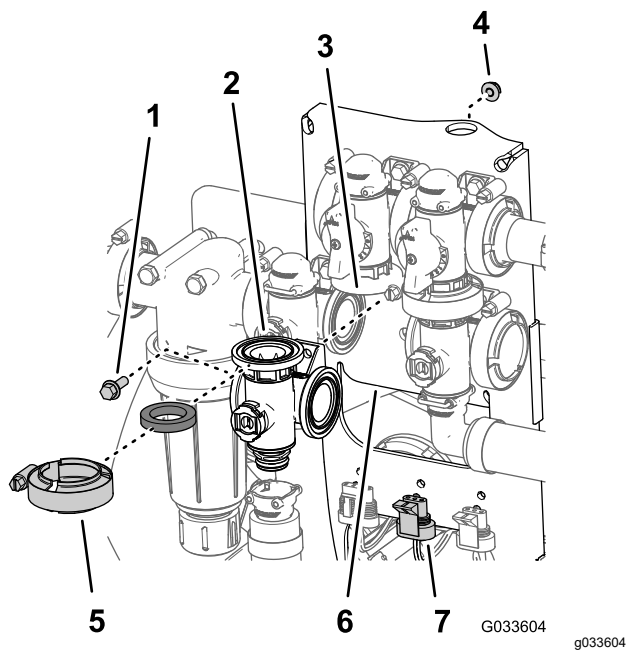

Figura 127
- Alinhe a flange do coletor da válvula de agitação, uma junta e a flange da válvula de derivação da agitação (Figura 127).
9. Monte a válvula de agitação na montagem da válvula com o parafuso de cabeça flangeada e porca de bloqueio flangeada (Figura 127) que removeu no passo 3 de Remoção da válvula do coletor de agitação (página 81) e aperte a porca e parafuso com 10 a 12 N·m.